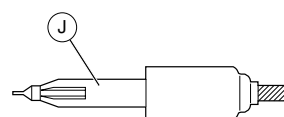

Fig. 8
- Anoden-Kabelhalter (J) (Fig. 8) des alten Anodenanschlusses am neuen Anodenanschluss anbringen.
- Fit the anode cable clip (J) (Fig. 8) of the old anode connector to the new anode connector.